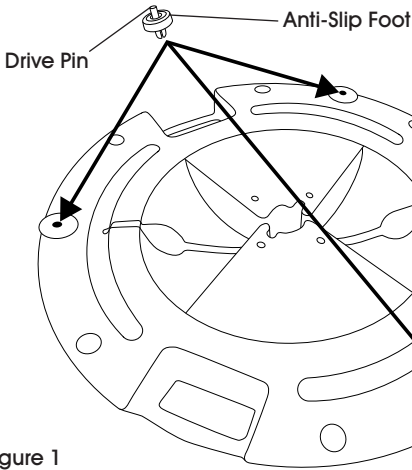

Figure 1
1. Install the 3 anti-slip feet by pushing feet into holes on underside of base and pressing drive pins completely in to lock feet into holes. (See Figure 1)
1. Installez les 3 pieds antidérapants en poussant les pieds dans les trous en-dessous de la base et en enfonçant complètement les tiges d'entraînement pour verrouiller les pieds dans les trous. (Voir Figure 1)